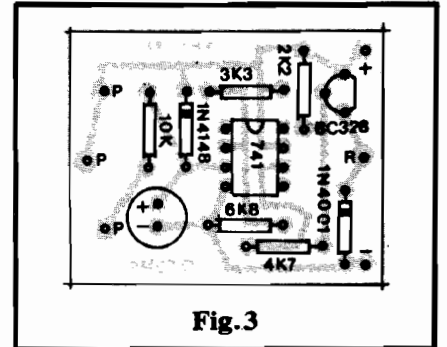
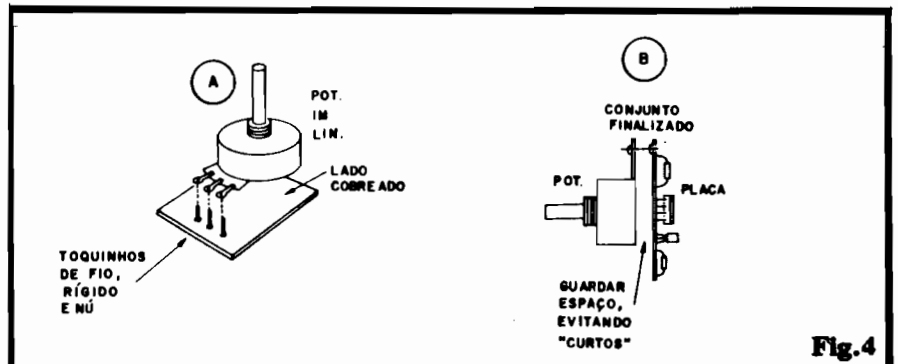

Fig.3
Fig.4
- FIG. 3 - CHAPEADO DA MONTAGEM - A plaquinha específica, agora visto pelo seu lado **não cobreado**, já com todas as peças do módulo (menos o potenciômetro, sobre o qual falaremos e detalharemos mais adiante...) colocadas. Atenção à posição do 741 (referenciada pela extremidade marcada), do BC328 (referenciada pelo lado "chato" do componente), dos diodos (indicada pela extremidade que contém uma cinta ou anel em cor contrastante...) e à polaridade do capacitor de 100u (eletrolítico de boa qualidade ou - de preferência - tântalo...). Cuidado, também, para não "trocar as bolas" quanto aos valores/posições dos resistores (qualquer inversão "bagunçará" o funcionamento do circuito...). Quem for novato **deve** recorrer aos encartes (já citados) INSTRUÇÕES GERAIS PARA AS MONTAGENS e TABELÃO APE, na busca de importantes subsídios práticos... Depois de todas as peças soldadas, tudo deve ser conferido (posições, valores, códigos, polaridades, etc.),
- FIG. 4 - LIGAÇÃO/FIXAÇÃO DO POTENCIÔMETRO - O potenciômetro de 1M deve ser ligado aos pontos P-P-P da placa (ver fig. 3), sob uma condição mecânica muito especial, destinada a enfatizar a compactação geral do módulo... Conforme vemos em 4-A, inicialmente três pedacinhos (uns 2 ou 3 centímetros cada...) de fio rígido e nú devem ser enfiados nos furos respectivos, e soldados, de modo que se projetem pelo lado cobreado (não pelo lado dos componentes...). Notem que os pontos P-P-P já estão "leiautados" e posicionados de